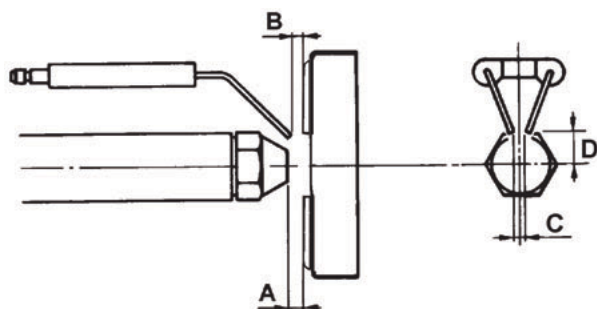

Рис. 18a - Горелки G4 и G6
- проверить запальные электроды и соответствующие керамические изоляторы, почистить, при необходимости отрегулировать и, если необходимо, заменить (см. Рис. 18a и Рис. 18b).